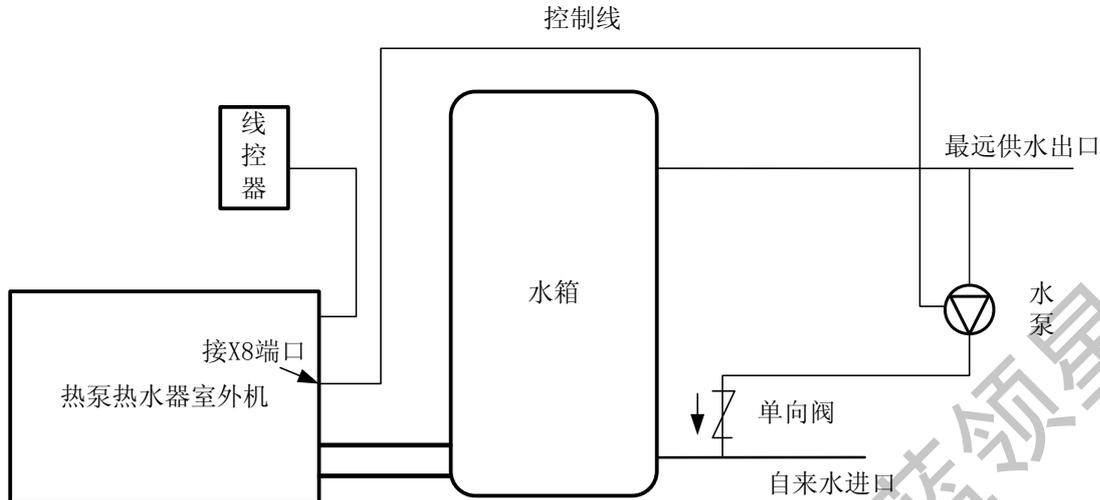

图14 水泵安装示意图
- 1) 本产品不标配水泵，但可以选择安装水泵(水泵功率不超过300W)，水泵的安装参考图14。